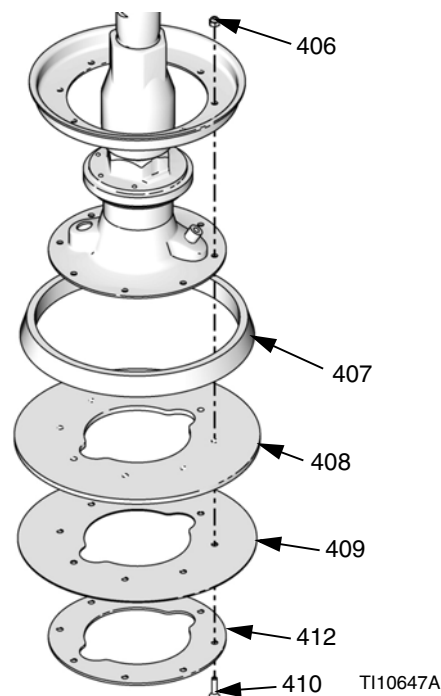
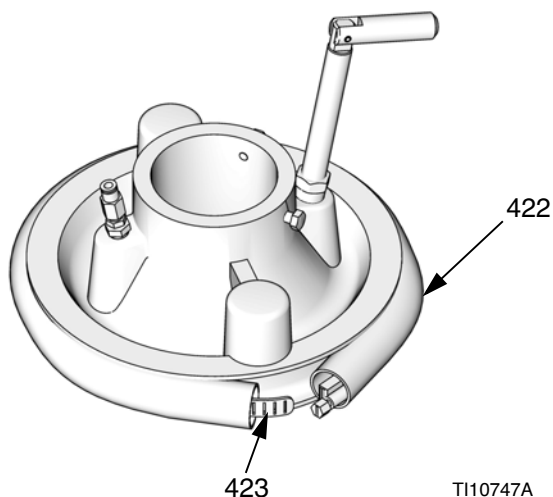

Рис. 14
Рис. 16
1. Для плоских скребков см. Рис. 14:
- a. Удалите винты (410), гайки (406) и фиксатор (412).
- b. Разделите скребок (408), пластину скребка (409) и прокладку (407).
- a. Прикрепите скребок (408), пластину скребка (409), прокладку (407) и фиксатор (412) с помощью винтов (410) и гаек (406).
- b. Не перетягивайте винты (410) во избежание деформации пластины скребка (409).
3. Только для бандажных скребков 255659 см. Рис. 16:
- a. Навинтите червячную передачу (423) в новый скребок (422).
- b. Вставьте конец ремня в зажим (423) и затяните.
- c. С помощью резинового молотка уплотняйте скребок (422) вокруг пластины (414) до тех пор, пока концы скребка не будут плотно совмещены.
- d. Нанесите смазку на скребок (422). Используйте смазку, совместимую с материалом для прокатки. За информацией обращайтесь к поставщику материала.